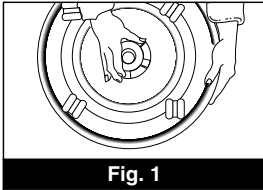

Fig. 1
**Paso 2:** Para abrir, coloque con cuidado el purificador de aire sobre su costado y destornille el mecanismo de bloqueo situado debajo del conjunto de la base. (Fig. 1)